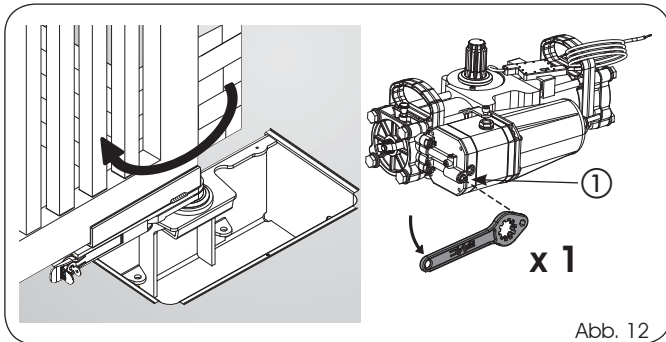

Abb. 12
- 2) Gemäß den Anweisungen in Kap. 7.1 die ölhydraulische Entriegelung des Antriebs durch Drehen des Hebels (Abb. 1, ⑥) oder durch Einsetzen des entsprechenden Schlüssels (Abb. 1, ⑱) auf die Entriegelungsschraube (Abb. 12, ①) betätigen.